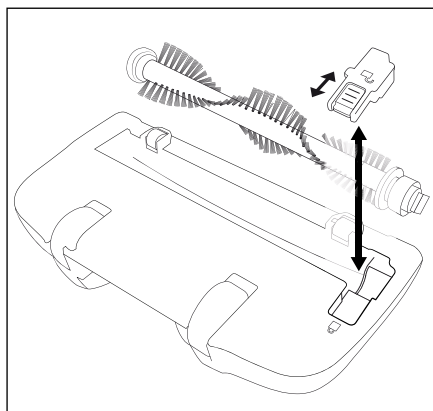

Fig. 4
- 2) Skub låsen på dækpladen bagud i retning af symbolet , så dækpladen kan tages af (fig. 4).
- 7) Sæt dækpladen på igen, og lås den ved at skubbe låsen i retning af symbolet **16** (fig. 4).